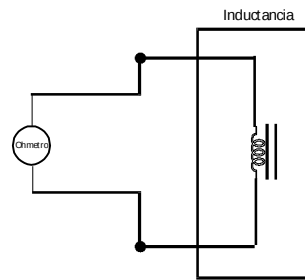

Figura 5.3 Medición de R directamente con el ohmetro
el valor de la resistencia en cd también se puede medir directamente con un ohmetro como lo muestra la figura 5.3
- 2 Calcule el valor de la resistencia del inductor utilizando el método del voltímetro – amperímetro (utilizando la fuente variable de CD para ajustar la corriente de tal manera que no sobrepase la corriente nominal del inductor) o directamente medido con el ohmetro como lo muestra la figura 5.3